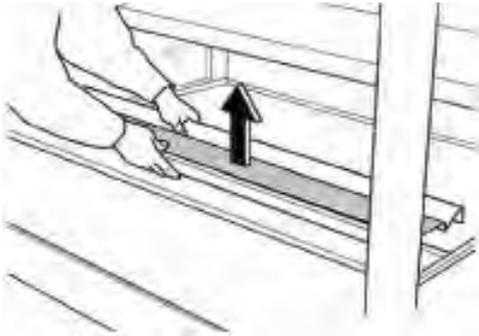

Fig. 3
- Gitterblech herausnehmen (siehe Fig. 3 und 4)